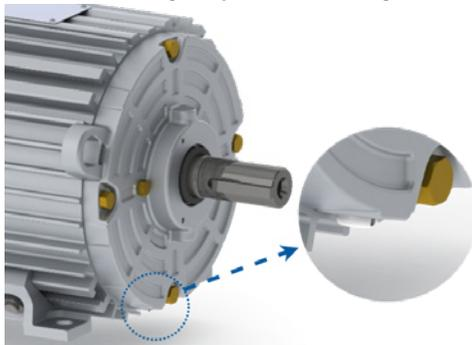
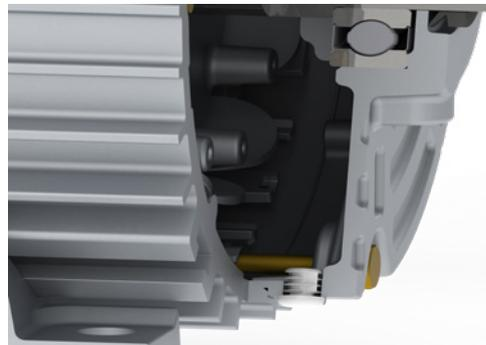

Figura 6 - Posição do Dreno
Figura 7 - Vista em corte do dreno
**Orifício de drenagem:** O produto W30 Smart EC / Emerald pode ser fornecido com drenos. A Figura 6 e a Figura 7 fornecem detalhes sobre a configuração de montagem.